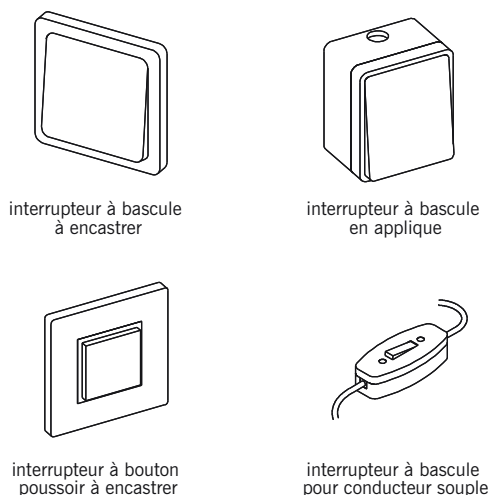

fig. 16.21
■ L'**interrupteur** (fig. 16.21) : dispositif permettant d'ouvrir et de fermer un circuit électrique. L'interrupteur mural peut être posé en applique ou encastré, à bascule ou à bouton poussoir, avec ou sans voyant lumineux. Il existe aussi de petits interrupteurs pour conducteurs souples. Certains interrupteurs, couplés à un détecteur de présence, commandent automatiquement l'allumage et l'extinction d'une lampe.